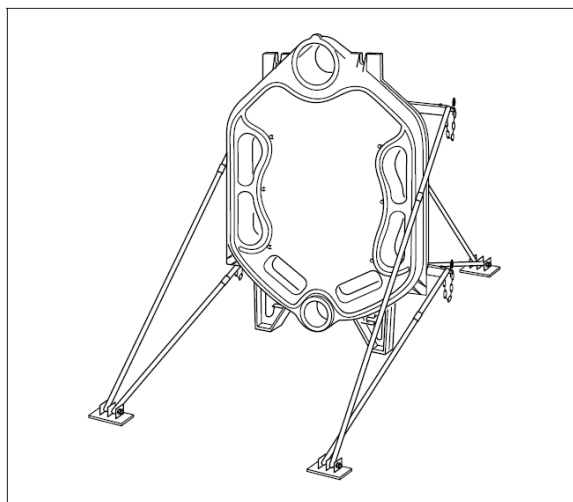

Fig. 6 Bakre element med påsatt monteringsset
Vid förfrågan lånar Buderus ut ett monteringsset (extra utrustning), som säkrar en stabil uppställning av pannelementen. Monteringssetet skruvas fast på det bakersta elementet och säkrar, att de monterade pannelement inte välter (Fig. 6).
- Ställ upp den bakre sektionen, och se till att säkra den från att välta med hjälp av monteringssetet (se Fig. 6 och den separata monteringsanvisningen för monteringssetet).